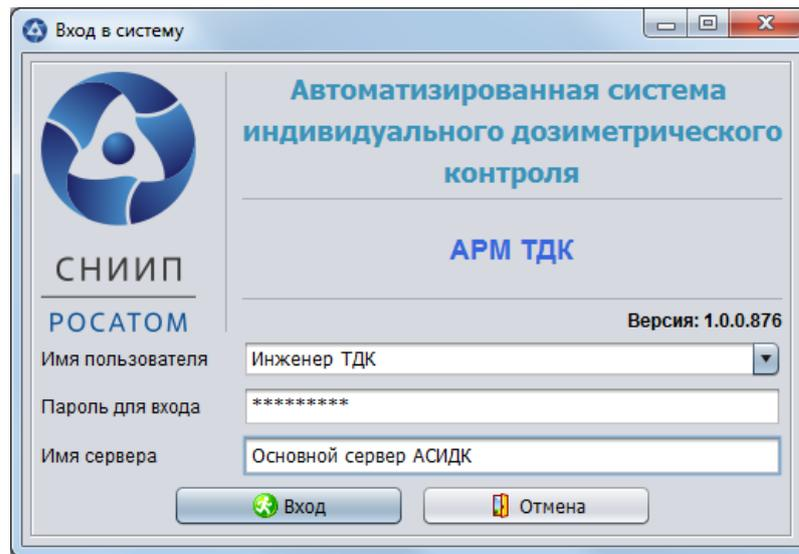

Рисунок 1
3.2.1. Для запуска необходимо выполнить процесс входа в систему (авторизации). Пример окна входа в систему (при запуске из КП «Текущий контроль») представлен на рис. 1. Окно предназначено для авторизации пользователя, разрешения или запрета работы с КП «Текущий контроль» и записи информации о запуске.